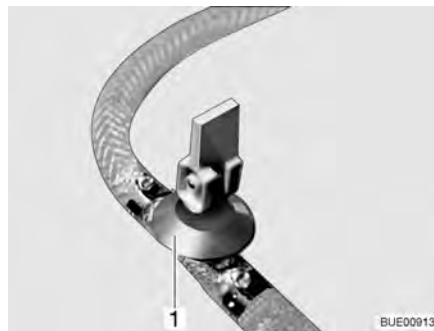

Bild 149 Avtappningskran
- Stäng avtappningskranen/avtappningskranarna. Ställ vipparmen (Bild 149,1) i vågrätt läge.
- Öppna avtappningskranen/avtappningskranarna (Bild 149). Ställ vipparmen (Bild 149,1) i lodrätt läge. Varmvattenberedaren töms utåt.